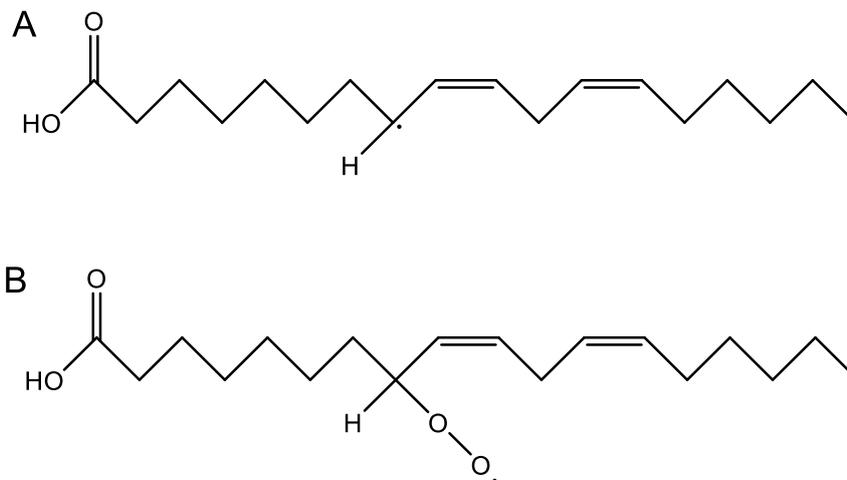

Abb. 1: Strukturformeln vom Linolsäureradikal und vom Linolsäure-Peroxyradikal
2. Das gebildete Fettsäureradikal reagiert mit einem Linolsäuremolekül u. a. zu einem Linolsäureradikal (Abb. 1, A).
3. Dieses Linolsäureradikal reagiert mit einem Sauerstoffmolekül u. a. zu dem Linolsäure-Peroxyradikal (Abb. 1, B).
Entwickeln Sie die chemischen Gleichungen für den Reaktionsmechanismus zur Bildung des Linolsäure-Peroxyradikals (Abb. 1) durch Autoxidation.